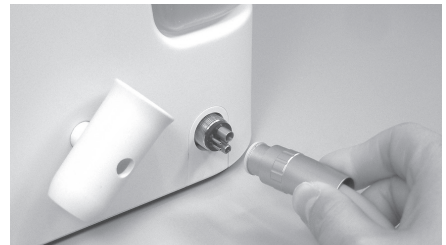

Abb. 3
Stecken Sie den Handstückschlauch in den Handstückschlauchanschluss ⑨ an der Vorderseite der Einheit (Abb. 3). Verbinden Sie den Handstückschlauch mit der Kupplung (Abb. 4). Dann stecken Sie das Handstück durch Ziehen des Rings an der Kupplung auf (Abb. 5).